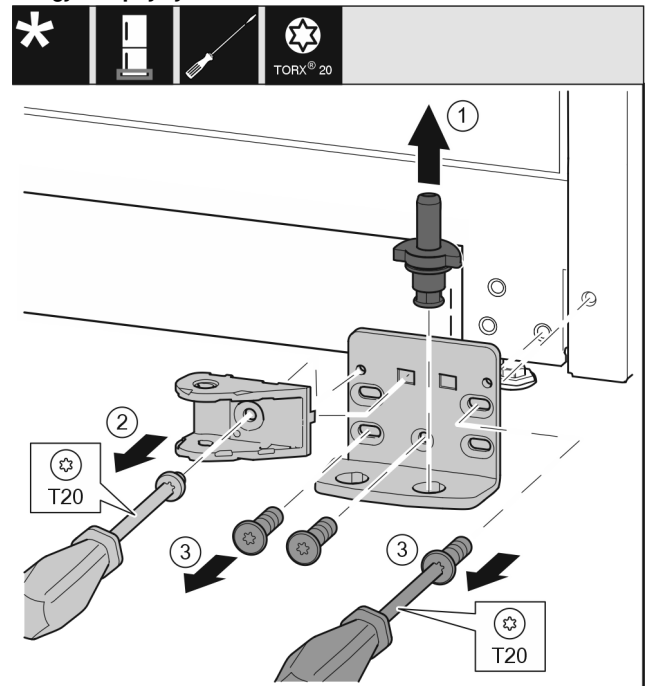

Fig. 34 \*
- ▶ Nxirrni jashtë komplet bazamentin mbështetës nga lart. Fig. 34 (1)\*
- ▶ Nxirrni jashtë vidën me një kaçavidë T20 dhe hiqni lidhjen e amortizatorit të mbylljes. Fig. 34 (2)
- ▶ Nxirrni jashtë vidat me një kaçavidë T20 dhe hiqni bazamentin mbështetës. Fig. 34 (3)\*